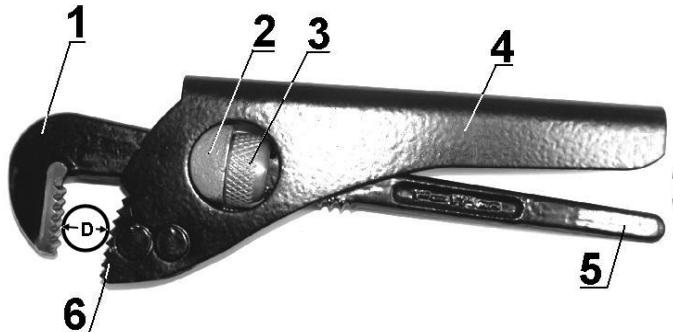

Рис. 1
- Вращая гайку (3), установите расстояние между губками ключа в соответствии с диаметром используемой трубы.
- Сжимая и разжимая рычаг (4) и рукоятку (5), гайкой (3) установите надёжный контакт губок ключа с используемой трубой.
- Удерживайте рычаг (4) и рукоятку (5) кистью руки с постоянным усилием. Не перекашивайте ключ, аккуратно и плавно поворачивайте его по направлению от неподвижного рычага (4) к рукоятке подвижного рычага (5).
**ПОМНИТЕ!** При значительном усилии сжатия неподвижного рычага (4) и рукоятки подвижного рычага (5) может произойти деформация трубы (смятие).
7. Для освобождения ключа или для перехвата трубы необходимо развести рычаг (4) и рукоятку (5). Установите ключ на трубе в удобном положении, повторите пункты 4- 6.
8. Для вращения трубы в обратном направлении необходимо переустановить ключ в зеркальном положении, Рис. 1.